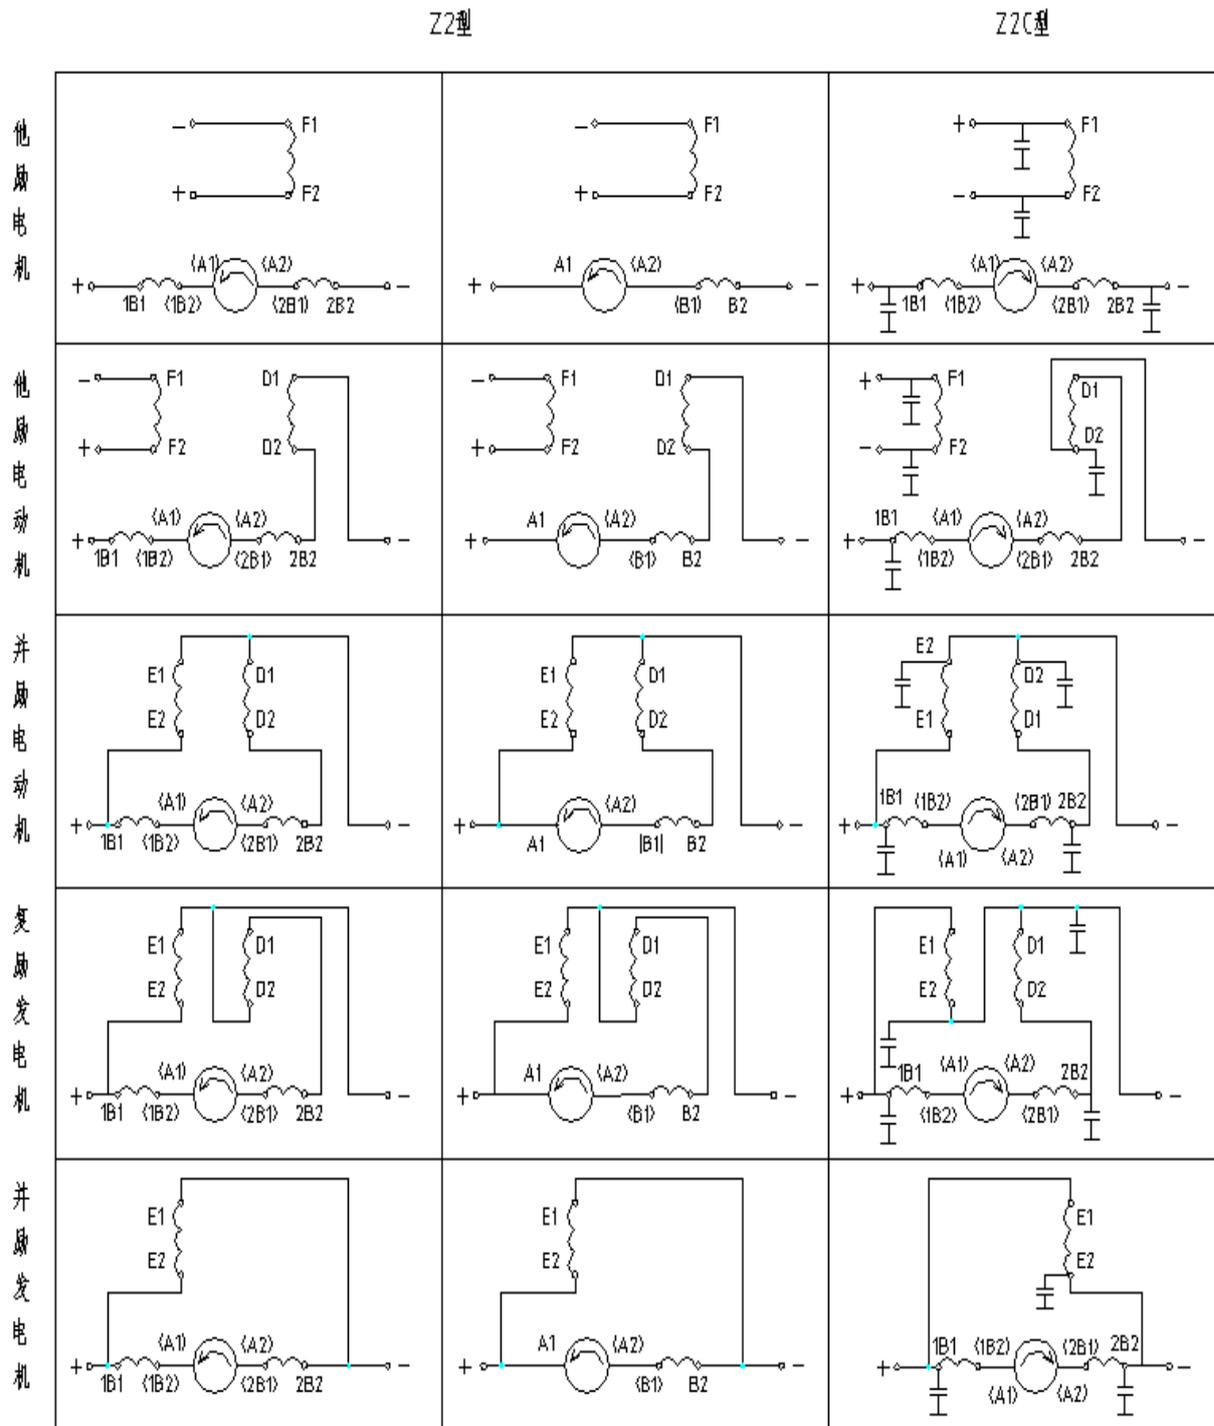

图 1 Z2 系列接线图
3.5.1 Z2 系列直流电机接线原理图(旋转方向从非换向器端视之)如图 1 所示。